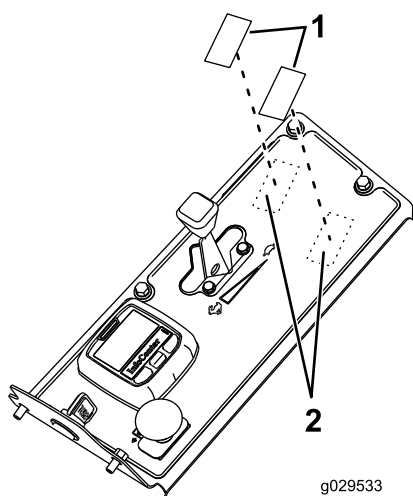

Figura 23
5. Individuate e togliete i 2 tappi dalla parte superiore della plancia (Figura 23).